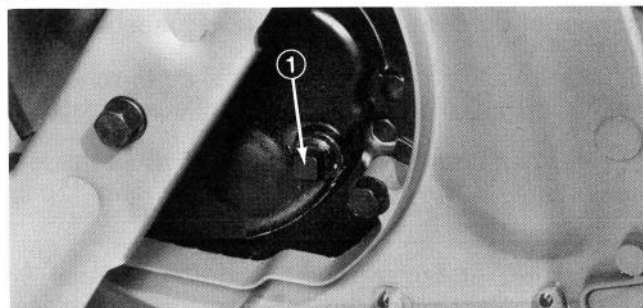

Figure 38
3. Basculez la tondeuse sur son côté gauche, enlevez le bouchon de vidange (Fig. 38) du fond du carter du moteur, inclinez la tondeuse au-dessus du bac et laissez l'huile s'écouler dans le bac.
3. Inclinez la tondeuse sur son côté gauche, enlevez le bouchon de vidange du dessous du carter, abaissez la tondeuse au-dessus du bac de vidange et laissez l'huile s'écouler dans le bac (Fig. 38). Lorsque l'huile sera complètement vidangée, installez le bouchon mais ne mettez pas d'huile dans le carter avant d'avoir complété les étapes 4 à 9.